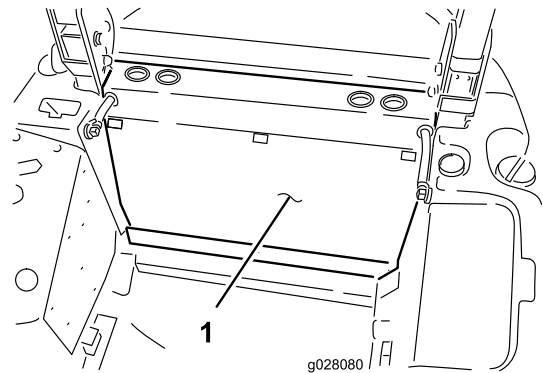

Figura 3
4. Rimuovete i 3 fermi di rilascio rapido che fissano il pannello posteriore al telaio e rimuovete il pannello posteriore (Figura 3).